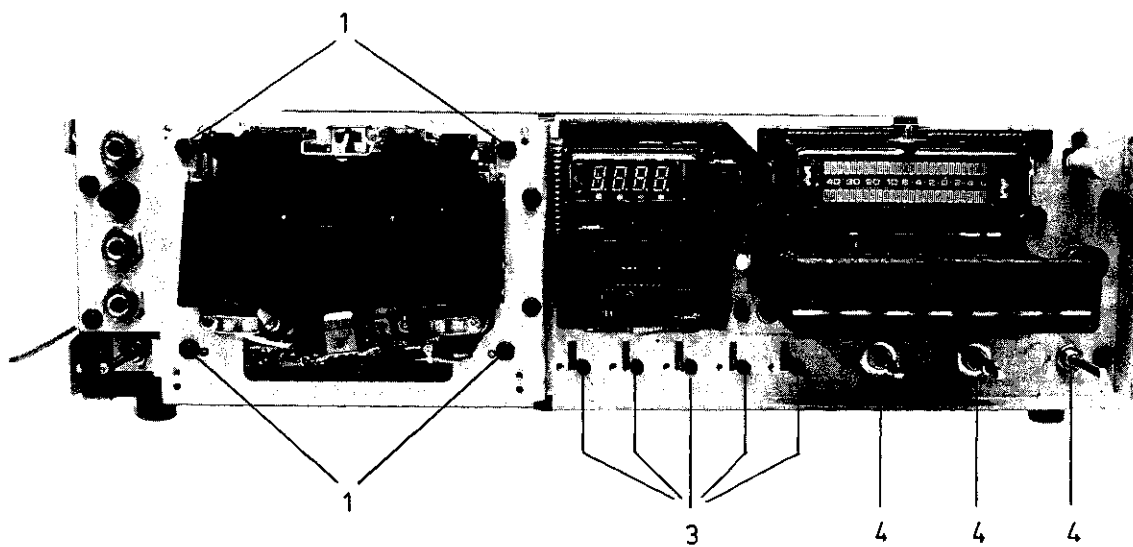

Bild 6
- Kreuzschlitzschrauben (1/Bild 6) lösen und Laufwerk nach hinten herausnehmen
- Schrauben (3/Bild 6) und 3 Muttern (4/Bild 6) lösen